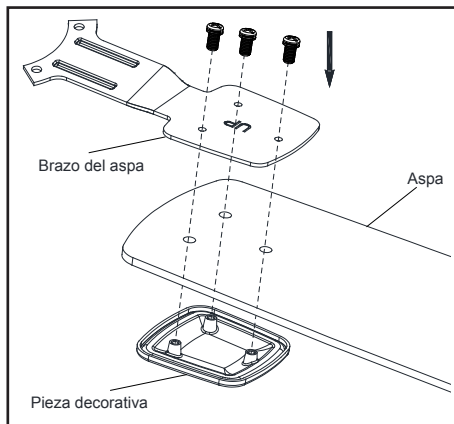

Figura 12
1. Fija el asa al brazo del asa y a la pieza decorativa del brazo del asa insertando los orificios para tornillos del brazo del asa en los tres orificios para tornillos del asa. Asegúrala con los tornillos de fijación de asa incluidos (Figura 12).